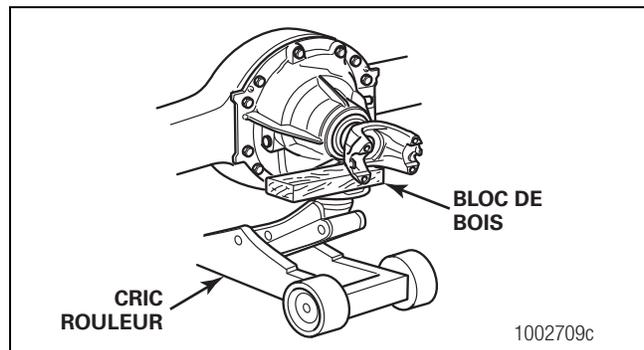

Figure 3.6
1. Placer un cric hydraulique rouleur sous la tête de pont pour supporter l'ensemble. Figure 3.6.